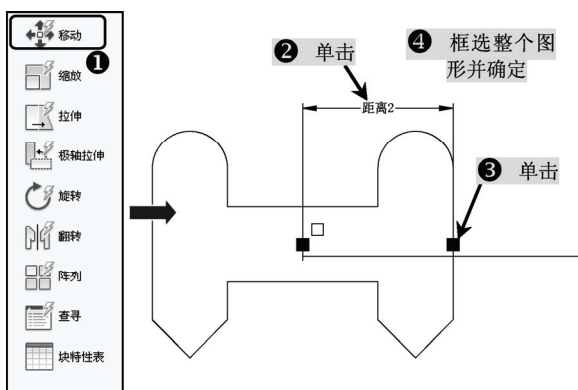

图 9-4 移动动作操作
5) 在“动作”选项卡中单击“移动”工具按钮,选择刚才所绘制的标签,提示指定关联的参数点,单击右端竖直线段的中点,再框选整个图形并确定,如图9-4所示。